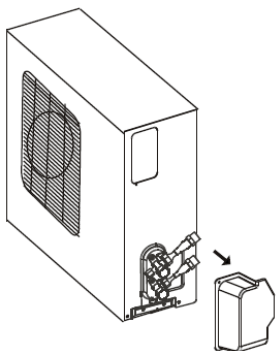

Abb. 6.1
1. Die Abdeckung wie in Abb. 6.1 gezeigt entfernen.